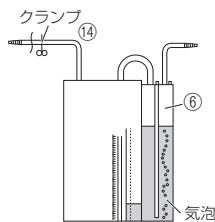

図4
- a. 連結チューブ⑫のコネクターと連結チューブの差込口④の接続は確実に行われているか。
- b. 使用していない連結チューブの差込口④'はキャップ③で閉じられているか。
- 3) 胸腔ドレーン接続チューブ⑭をチューブ鉗子などでクランプする。吸引を続けると水封室(青色)内の気泡が徐々になくなり、吸引圧制御ボトル⑥水中(黄色)に気泡が発生する。気泡が断続的に出るように吸引量を調節する。(図4)